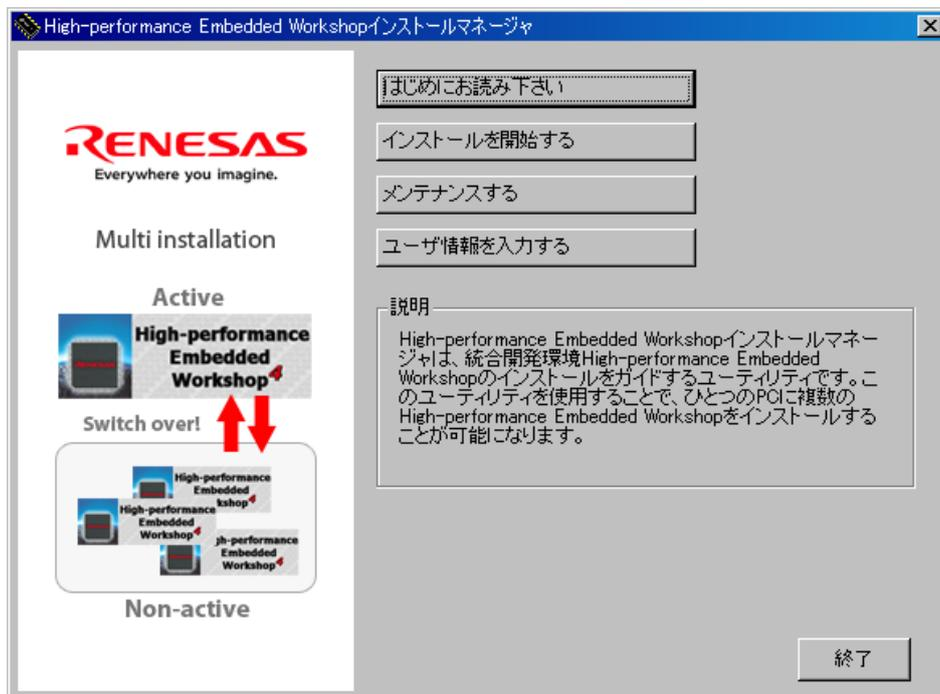

図3.2.7 E10A-USBソフトウェアインストール手順⑦
- ⑦ すべてのインストールが終了すると図3.2.7に示すダイアログが表示されますので、“終了”ボタンをクリックします。